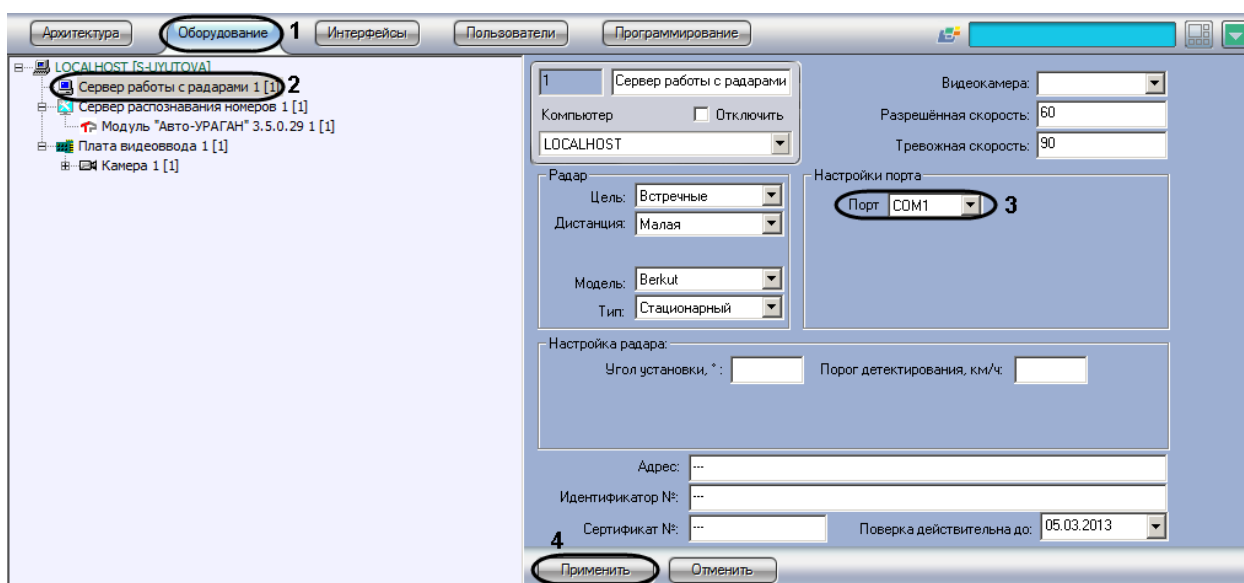

Рис. 7.3—1. Панель настроек объекта «Сервер работы с радарными»
1. Перейти во вкладку «Оборудование» диалогового окна «Настройки» программы «Авто-Интеллект» (см. Рис. 7.3—1, 1).
2. В дереве объектов на вкладке «Оборудование» выбрать объект «Сервер работы с радарными», соответствующий настраиваемому программному модулю «Радар» (см. Рис. 7.3—1, 2). В правой части вкладки «Оборудование» отобразится панель настройки выбранного объекта.
3. Из списка «Порт» выбрать номер последовательного (COM) порта подключения устройства «Радар» (см. Рис. 7.3—1, 3).
4. Нажать кнопку «Применить» для сохранения всех изменений (см. Рис. 7.3—1, 4).